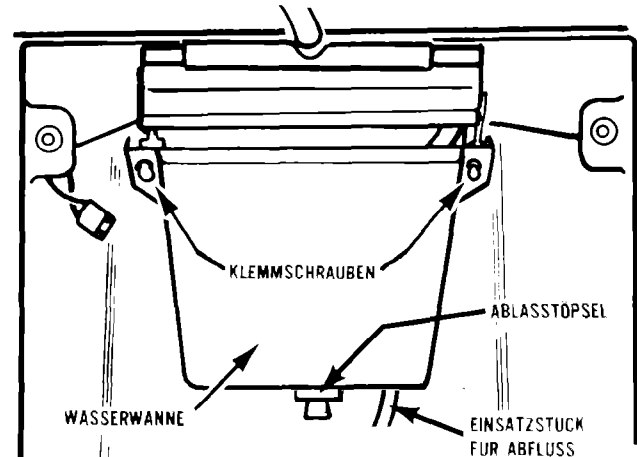

ABB. 5
4. Wasser aus der Wanne ablassen (Abb. 5), indem der Gummistöpsel herausgezogen wird. Stöpsel nachher wieder einsetzen.
12. Wasserwanne herausnehmen (zwei Klemmschrauben) (Abb. 5).